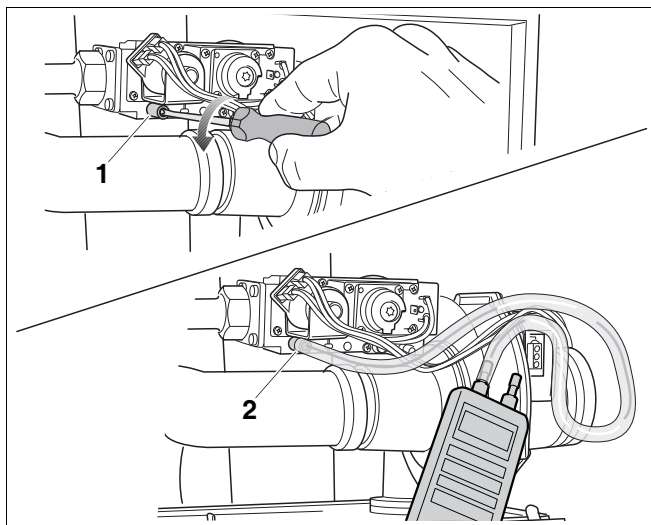

Bild 81 Mäta gasanslutningstrycket
- Lossa låsskruven vid kontrollnippeln för gasanslutningstryck och avluftning med 2 varv (bild 81, pos. 1).
- Sätt fast tryckmätapparatsens mätslang på kontrollnippeln plusanslutning (bild 81, pos. 2).